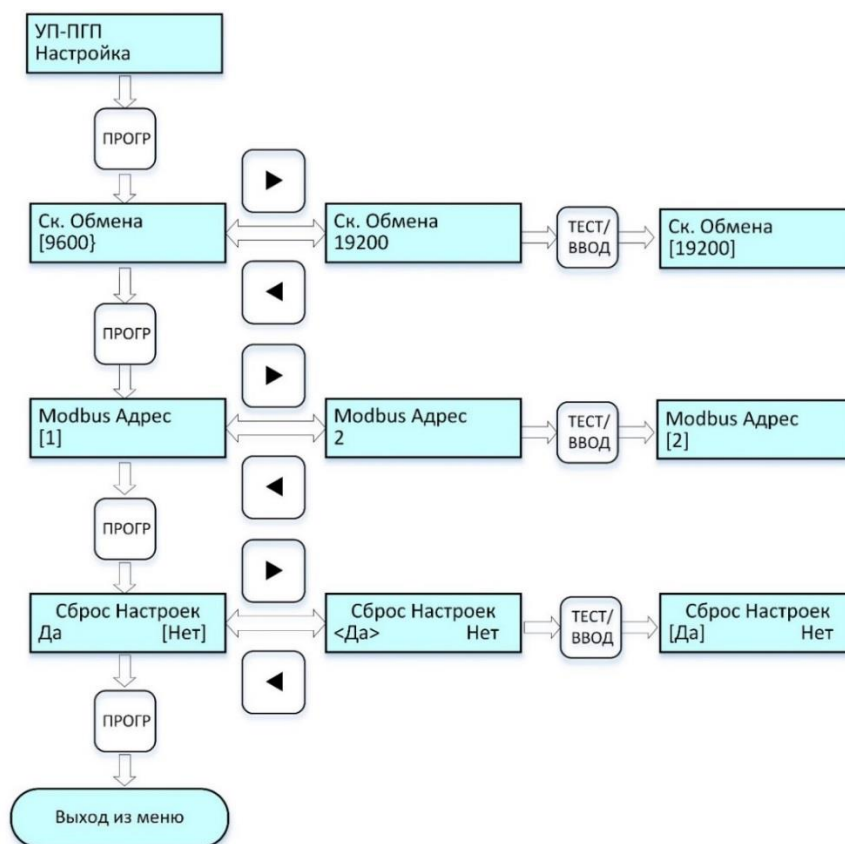

Рисунок 6 – Циклограмма выводимых сообщений на дисплей при настройке УП без канальных плат.
2.6.4.1 При *отсутствии канальных плат* меню «УП-ПГП Настройка» будет представлено циклограммой *рис. 6*. Меню позволяет: